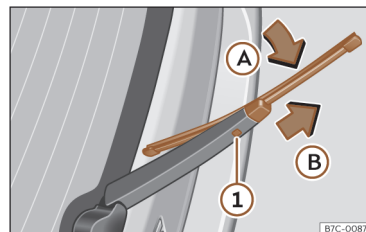

Fig. 185 Substituição da escova do vidro traseiro.
- Rode ligeiramente a escova >>> **Fig. 185** (seta A).
- Mantenha pressionado o botão de desbloqueio ① puxando pela escova no sentido da seta B.
- Introduza uma escova nova no braço limpa-para-brisas **com o mesmo comprimento e características**, no sentido contrário à seta B até que encaixe o botão ①.